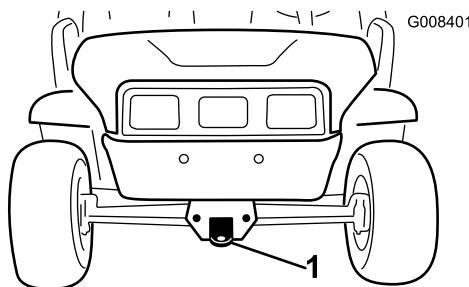
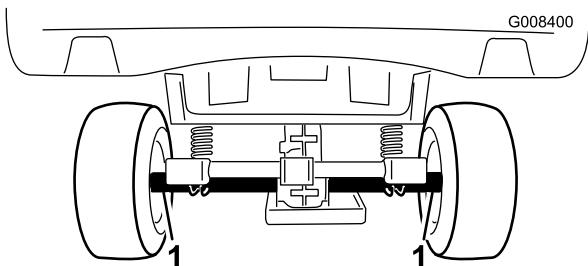

Figura 23
Figura 24
Para transportar la máquina largas distancias, será necesario utilizar un remolque. Asegúrese de que la máquina está firmemente sujetada sobre el remolque. Consulte en Figura 23 y Figura 24 la ubicación de los puntos de amarre.
2. Conecte un cable de remolque al punto de remolque, en la parte delantera del bastidor (Figura 23).